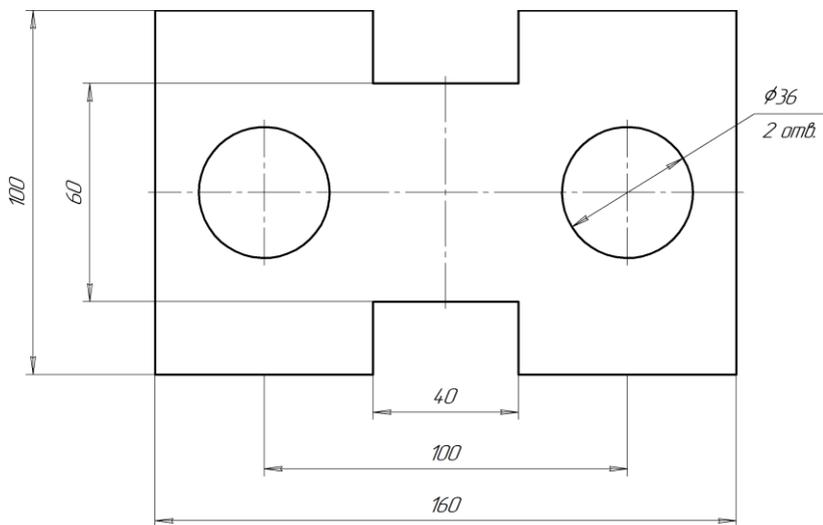

Рисунок 71
1. Откройте документ **Фрагмент** и постройте чертеж плоской детали (рисунок 71).